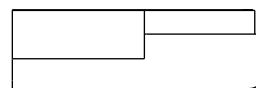

Рис. 7
- установить сиденье с коробкой, предварительно подложив под него мягкий материал, на мягкий элемент сиденья (Рис.7)